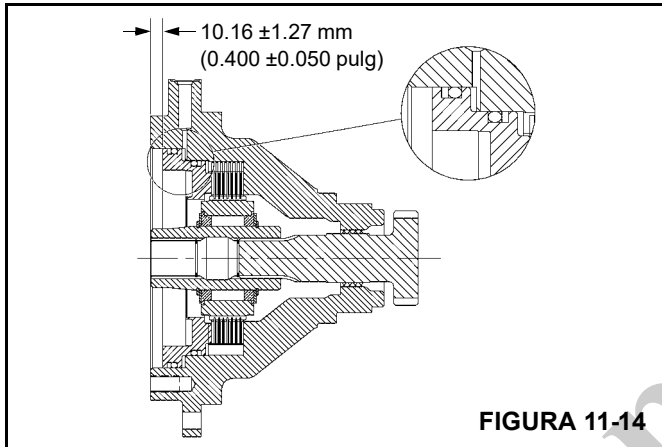

FIGURA 11-14
1. Saque uniformemente los cuatro pernos (11) que sujetan la cubierta del freno (20) en su lugar. La tensión del resorte levantará la cubierta cuando se sueltan los pernos. Retire la cubierta de la caja del freno.
2. Quite los resortes (24) del émbolo y revise la altura libre de los resortes. Cada resorte deberá medir por lo menos 30.5 mm (1.20 pulg) sin aplicarle fuerza alguna.
3. Para retirar el émbolo del freno (10), instale dos espárragos completamente roscados (3/8-16NC) en la parte inferior de las dos cavidades de resorte.
13. Instale los platos de estator (19) y los discos de fricción (18) en la caja del freno, empezando con un plato de estator y alternando la colocación de los discos de fricción y platos de estator. Hay un plato de estator más que discos de fricción, por lo cual el último artículo instalado es un plato de estator.
14. Después de la instalación, revise la pila de frenos para asegurar que las dimensiones se encuentren dentro de las tolerancias indicadas en la Figura 11-14. Si la dimensión medida es mayor que la mostrada, se han dejado algunos discos de fricción y platos de estator sin instalar, o los discos de fricción se han desgastado más allá de los márgenes de tolerancia aceptables. Si la dimensión medida es menor que la mostrada, se ha instalado un número excesivo de platos o discos o éstos no están debidamente asentados.
15. Cubra los anillos de respaldo y anillos "O" nuevos con aceite ligero e instálelos en el émbolo (10) con los anillos de respaldo orientados hacia la parte exterior del émbolo. Vea la Figura 11-14 para la instalación correcta de los anillos "O" y anillos de respaldo.